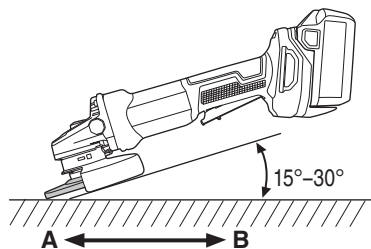

Fig. 16
4. Utiliser un angle de meulage correct. Meuler seulement avec le rebord de la meule en soulevant la meuleuse de 15° à 30°, comme montré sur la Fig. 16.
- Déplacer la meuleuse dans la direction correcte. Lors de l'utilisation d'une nouvelle meule à dépression centrale dans la direction A (Fig. 16), le rebord de la meule risque de couper la pièce à usiner. Dans ce cas meuler dans la direction B (Fig. 16). Une fois que la meule est usée, la pièce à usiner peut être meulée dans les deux directions.